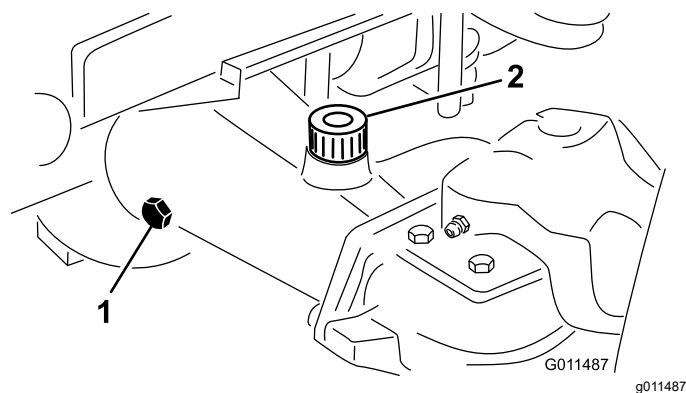

Figura 105
2. Retire un tapón de verificación de un extremo del eje y asegúrese de que el lubricante llega al borde inferior del orificio (Figura 105).